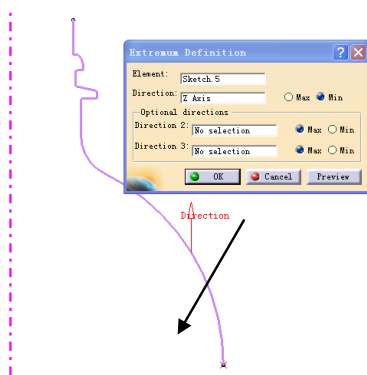

图 4-467
② 重复步骤①的操作，选择 Minimum 类型，建立第二个极值点 Extremum.2，如图 4-467 所示。